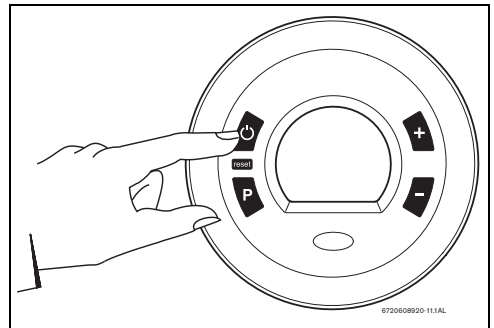

Fig. 12 Conectar / Desconectar el aparato
- ▶ Pulse el interruptor principal ON/OFF (Fig. 12).
- ▶ Pulse nuevamente el interruptor principal ON/OFF (Fig.12).
Al colocar el interruptor principal en posición de funcionamiento (fig.12), el aparato está listo para funcionar.